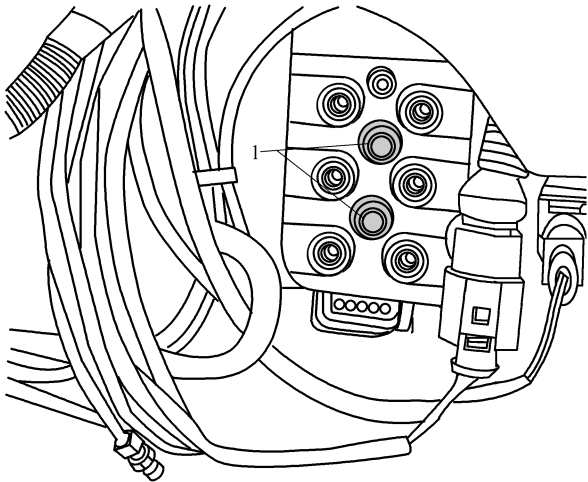

图 4-2-27 电磁阀体的拆卸示意图
4) 拧下螺栓 1，然后取出电磁阀体，如图 4-2-27 所示。